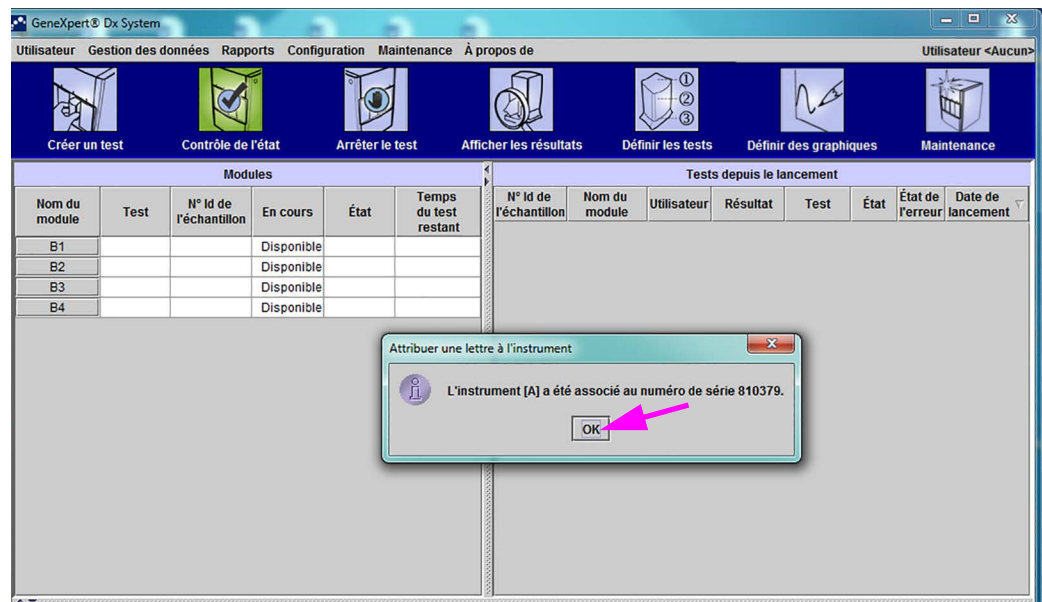

Figure 2-60. Fenêtre du système GeneXpert Dx indiquant les nouvelles lettres attribuées à l'instrument
8. Cliquez sur **OK** pour fermer la boîte de dialogue Attribuer une lettre à l'instrument (voir la Figure 2-60). Le nom du module est mis à jour avec les nouvelles lettres de l'instrument.